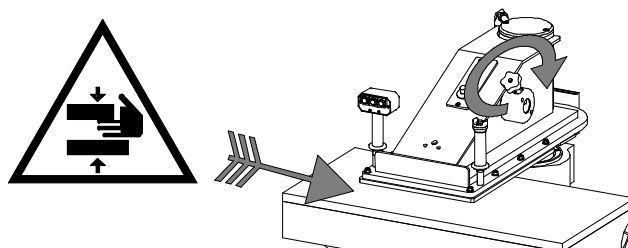

Fig. 10
- a) La manivelle sur le côté droit du bras sert à régler sa course. En la tournant en sens horaire comme indiqué par la flèche (Fig. 10), le bras descend; au contraire le bras monte.